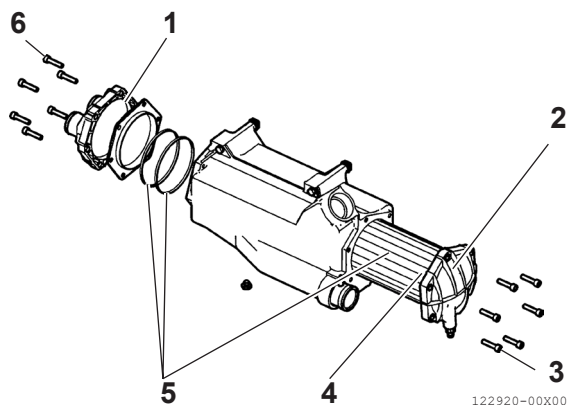

Figura 14
4. Rimuovere i coperchi (**Figura 14, (1)**) e (**Figura 14, (2)**) sul banco di lavoro o in un luogo idoneo.
5. Estrarre il fascio tubiero (**Figura 14, (4)**).
10. Sostituire tutte le guarnizioni (**Figura 14, (5)**) durante il montaggio.
11. Serrare le viti (**Figura 14, (3)**) e (**Figura 14, (6)**) alla coppia specificata.